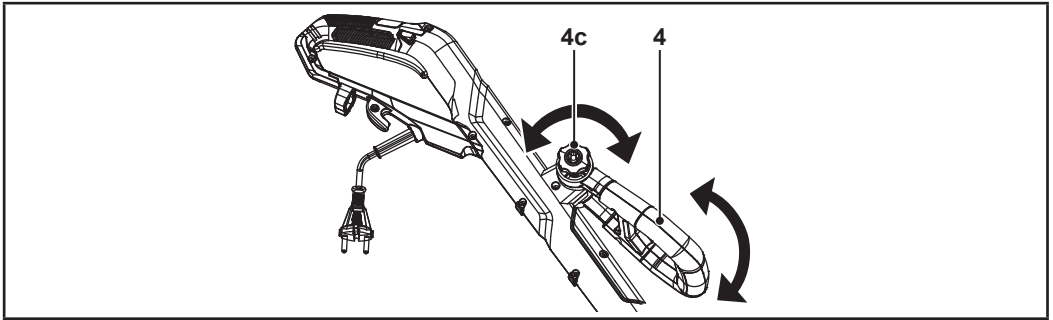

Fig. 4
1. Afloje el bloqueo giratorio de la empuñadura auxiliar (4c) (Fig. 4).
2. Ajuste la empuñadura auxiliar (4) (Fig. 4).
3. Apriete el bloqueo giratorio de la empuñadura auxiliar (4c) (Fig. 4).
4. Asegúrese de que la empuñadura auxiliar (4) está bloqueada en su sitio.